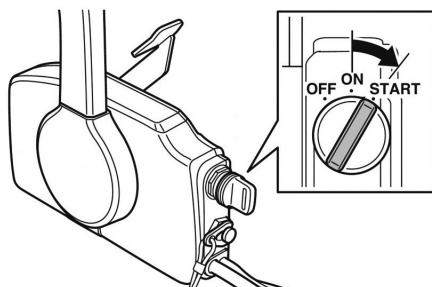

Рис. 33 Запуск холодного двигателя электрическим стартером
2. Поверните ключ зажигания в положение START (Рис. 33). Электрический стартер начнет проворачивать коленчатый вал двигателя.